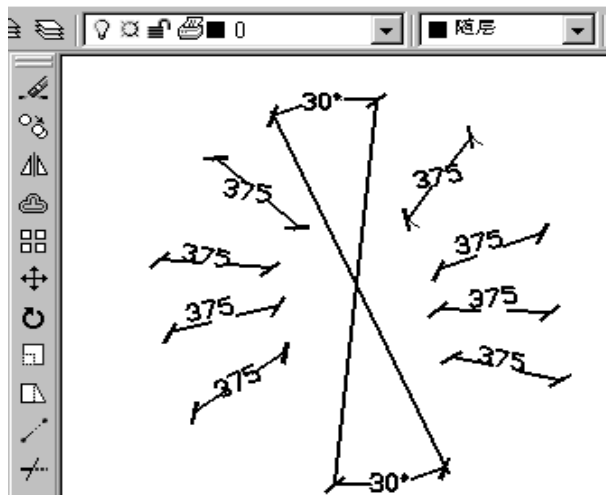

图 1-10 对齐各列标注尺寸数字
- (5) 用对齐标注工具画出其他的尺寸标注线，如图 1-10 所示。